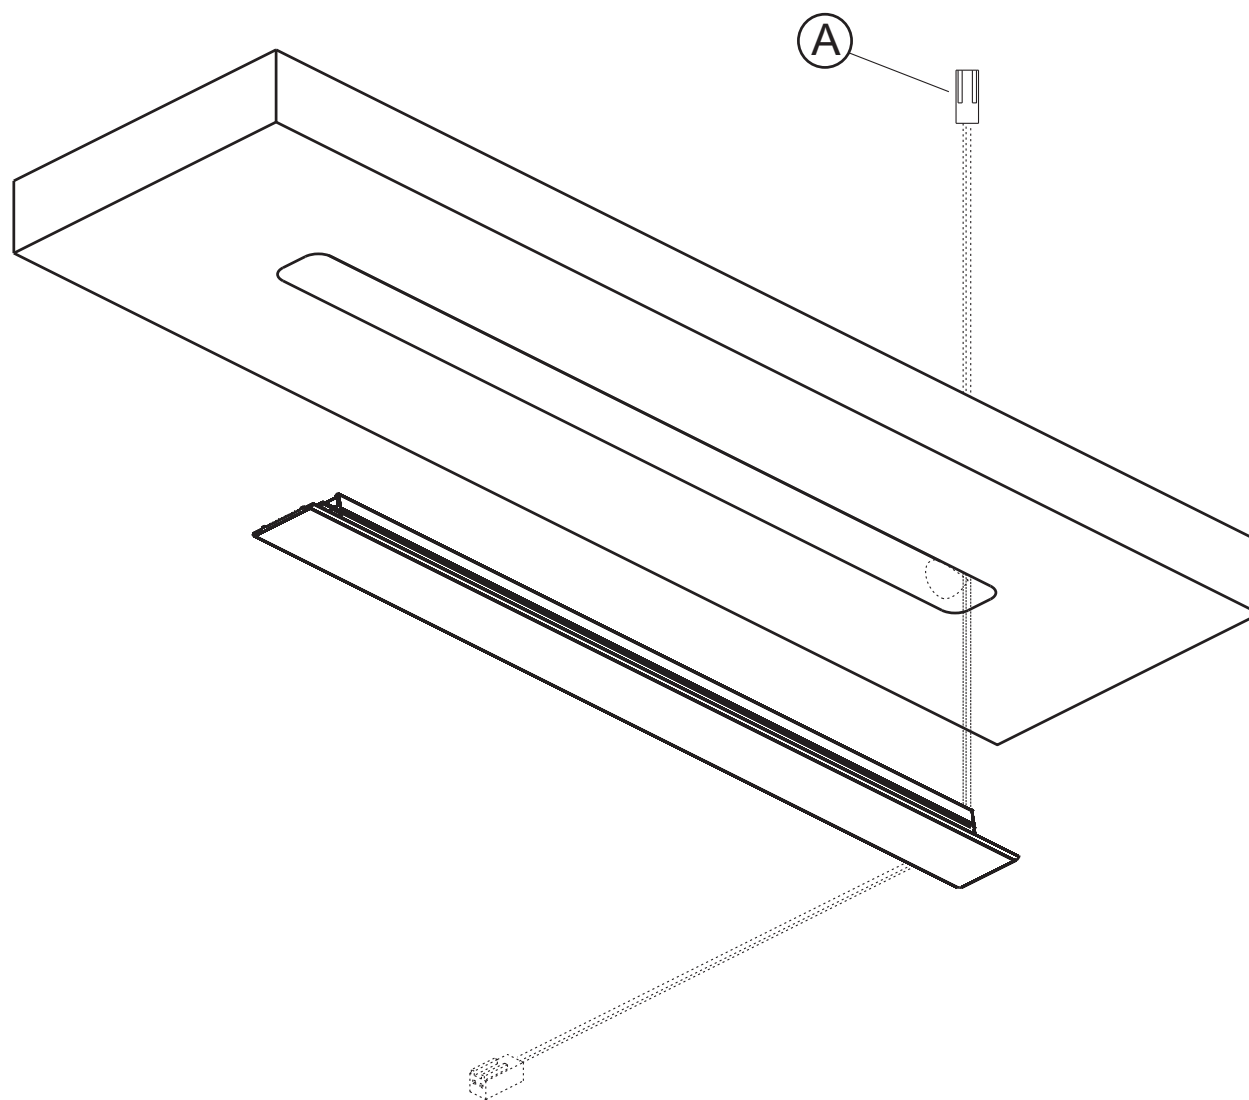

Fig.4
- Feed the power cable (A) into the hole and install the lighting profile by applying light pressure until it is seated in the recess, as shown in figure 4,5.
- Das Stromkabel (A) in die Bohrung einführen, dann das Lichtprofil vorsichtig ganz in die Bohrung drücken (Abb. 4,5).
- Insérer le câble d'alimentation (A) dans la cavité puis installer le profilé lumineux en effectuant une légère pression jusqu'à insertion totale par fraisage comme indiqué figure 4,5.